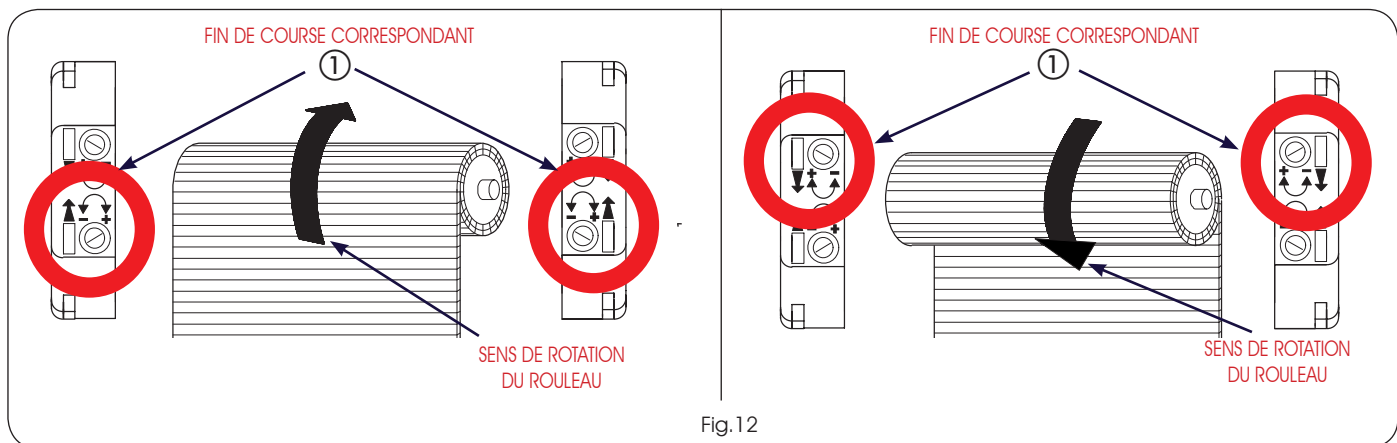

Fig.12
2) Avec l'outil de réglage, tourner la vis du fin de course correspondant au sens de rotation de montée du rouleau (Fig.12 réf.①), vers le signe plus (+) pour augmenter la course du rideau à enroulement, vers le signe moins (-) pour la diminuer.